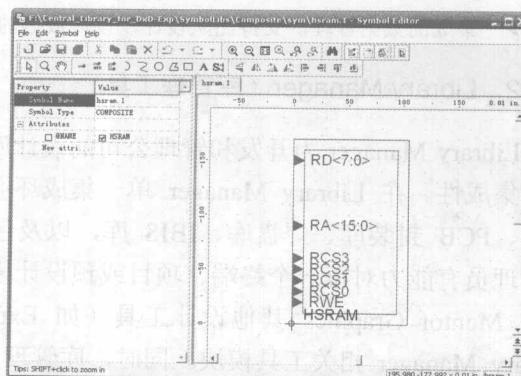

图 1-2-2 全新的 DxDesigner Symbol Editor
- DxDesigner Symbol Editor（元器件符号编辑器）：将全新的 DxDesigner 元器件符号编辑器（Symbol Editor）整合在 Library Manager 中，如图 1-2-2 所示。DxDesigner Symbol Editor 提供可替代 DxDesigner/ViewDraw 自带 Symbol Editor 的功能，降低库管理器对当前 DxDesigner 项目的依赖